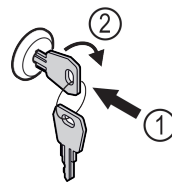

Fig. 169
- ▶ Πιέστε μέσα το κλειδί. Fig. 169 (1)
- ▶ Περιστρέψτε το κλειδί 90° δεξιόστροφα. Fig. 169 (2)